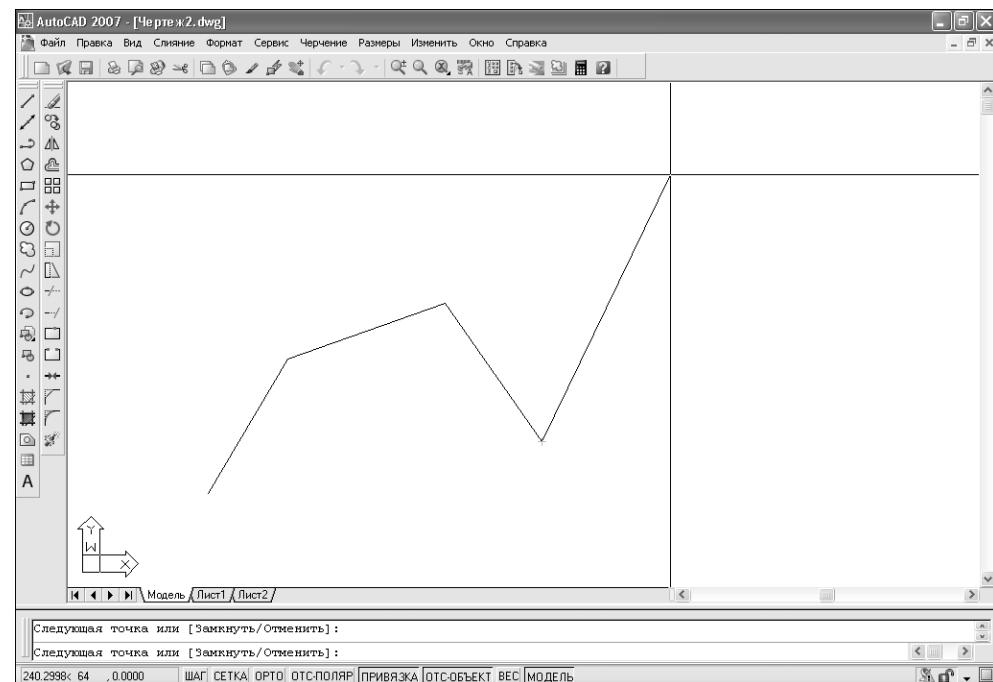

Рис. 2.4 ▼ Построение четвертого отрезка ломаной линии
- Продолжайте перемещать указатель по экрану и выбирать точки в области черчения. Тем самым вы будете добавлять новые отрезки к ломаной линии (рис. 2.4). Обратите внимание, что в командном окне после выбора очередной точки снова и снова повторяется запрос: **Следующая точка или [Замкнуть/Отменить]:** (Specify next point or [Close/Undo]).